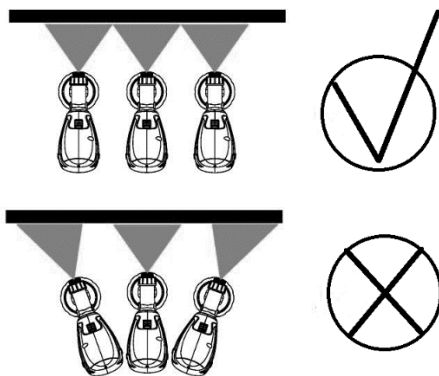

Рисунок 5
**4.4** Фарбування потрібно починати із зовнішньої сторони робочої зони, тримаючи розпилювач паралельно, на однаковій відстані, приблизно 10-30 см від об'єкта (Рисунок 5.). Переміщайте розпилювач рівномірно горизонтально або вертикально, залежно від налаштування форми струменя. Плавне переміщення розпилювача, з постійною швидкістю, призведе до рівномірного покриття поверхні. Рух інструмента уздовж поверхні, що фарбується здійснюйте безперервною зигзагоподібною лінією. Щоб уникнути напливів фарби, робіть перерву між повторним фарбуванням поверхні (особливо вертикальної), достатній для висихання попереднього шару.